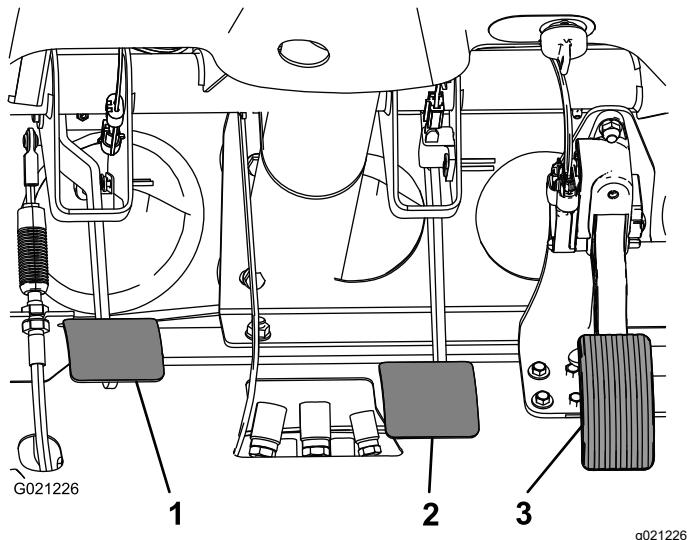

Figure 66
2. Soulevez la pédale de frein (Figure 66) jusqu'à ce qu'elle touche le cadre.
3. Desserrez les écrous de blocage qui fixent la chape à l'arbre du maître-cylindre (Figure 66).